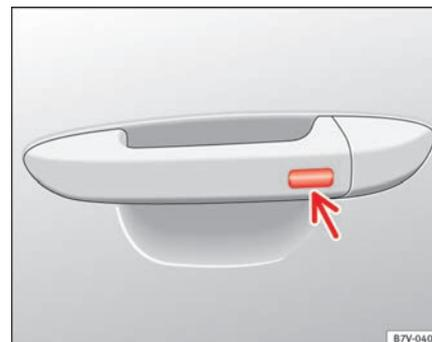

Abb. 50 Schließ- und Startsystem KESSY: Außentaste im Türgriff.
- Außentaste im Türgriff der Fahrer- oder Beifahrertür (⇒ Seite 87, Abb. 50 Pfeil) *einmal* betätigen. Das Fahrzeug wird mit Safesicherung verriegelt ⇒ Seite 89. Die Tür, an der der Griff betätigt wird, muss geschlossen sein.